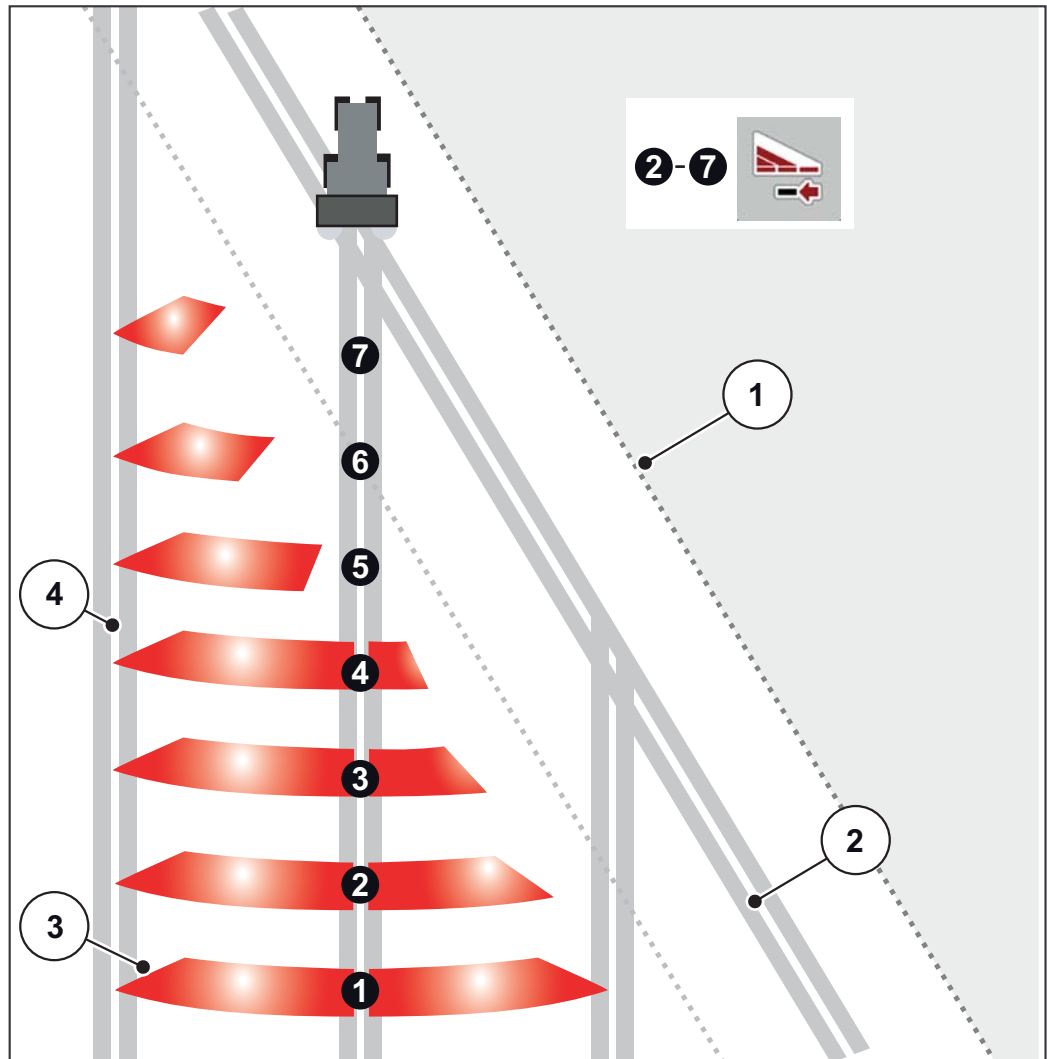

Figura 5.6: Attivazione automatica delle larghezze laterali
- L'attivazione delle larghezze laterali è possibile dall'esterno verso l'interno oppure dall'interno verso l'esterno. Vedere Figura 5.6.